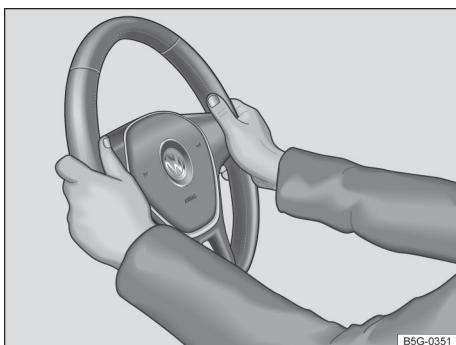

Fig. 70 No volante: posição das 9 e 3h.
- Durante a condução, segurar sempre o volante com ambas as mãos lateralmente na borda externa na posição das 9 e 3h → Fig. 70 para reduzir ferimentos causados pelo acionamento do airbag frontal do condutor.
- Ajustar o volante de forma que possa ser segurado lateralmente com ambas as mãos, com os braços ligeiramente arqueados, na borda externa, na posição das 9 e 3h → Fig. 70.